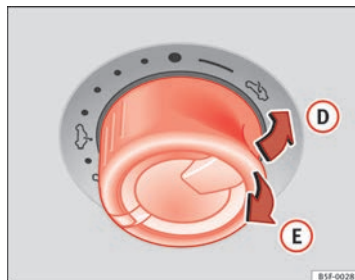

Fig. 58 En el revestimiento interior del techo: pulse el conmutador y tire de él para levantar y cerrar el techo.
⇒ fig. 58
- Durante los 5 segundos siguientes tras dispararse la función antiaprisionamiento, mantenga el mando tirado hacia atrás ⇒ fig. 58 (flecha (E)) hasta que el techo panorámico corredizo quede completamente cerrado.